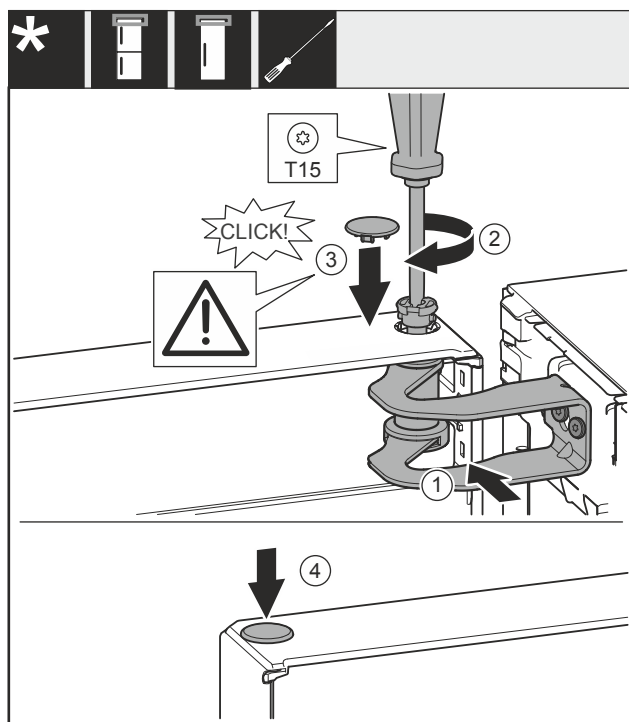

Fig. 25
- Allineare la porta all'apertura nella staffa di supporto Fig. 25 (1).
- Inserire i perni Fig. 25 (2) e stringerli con un cacciavite.
- Inserire la copertura Fig. 25 (3).
- Controllare che la copertura Fig. 25 (3) poggi sulla porta.
- Inserire la copertura Fig. 25 (4).